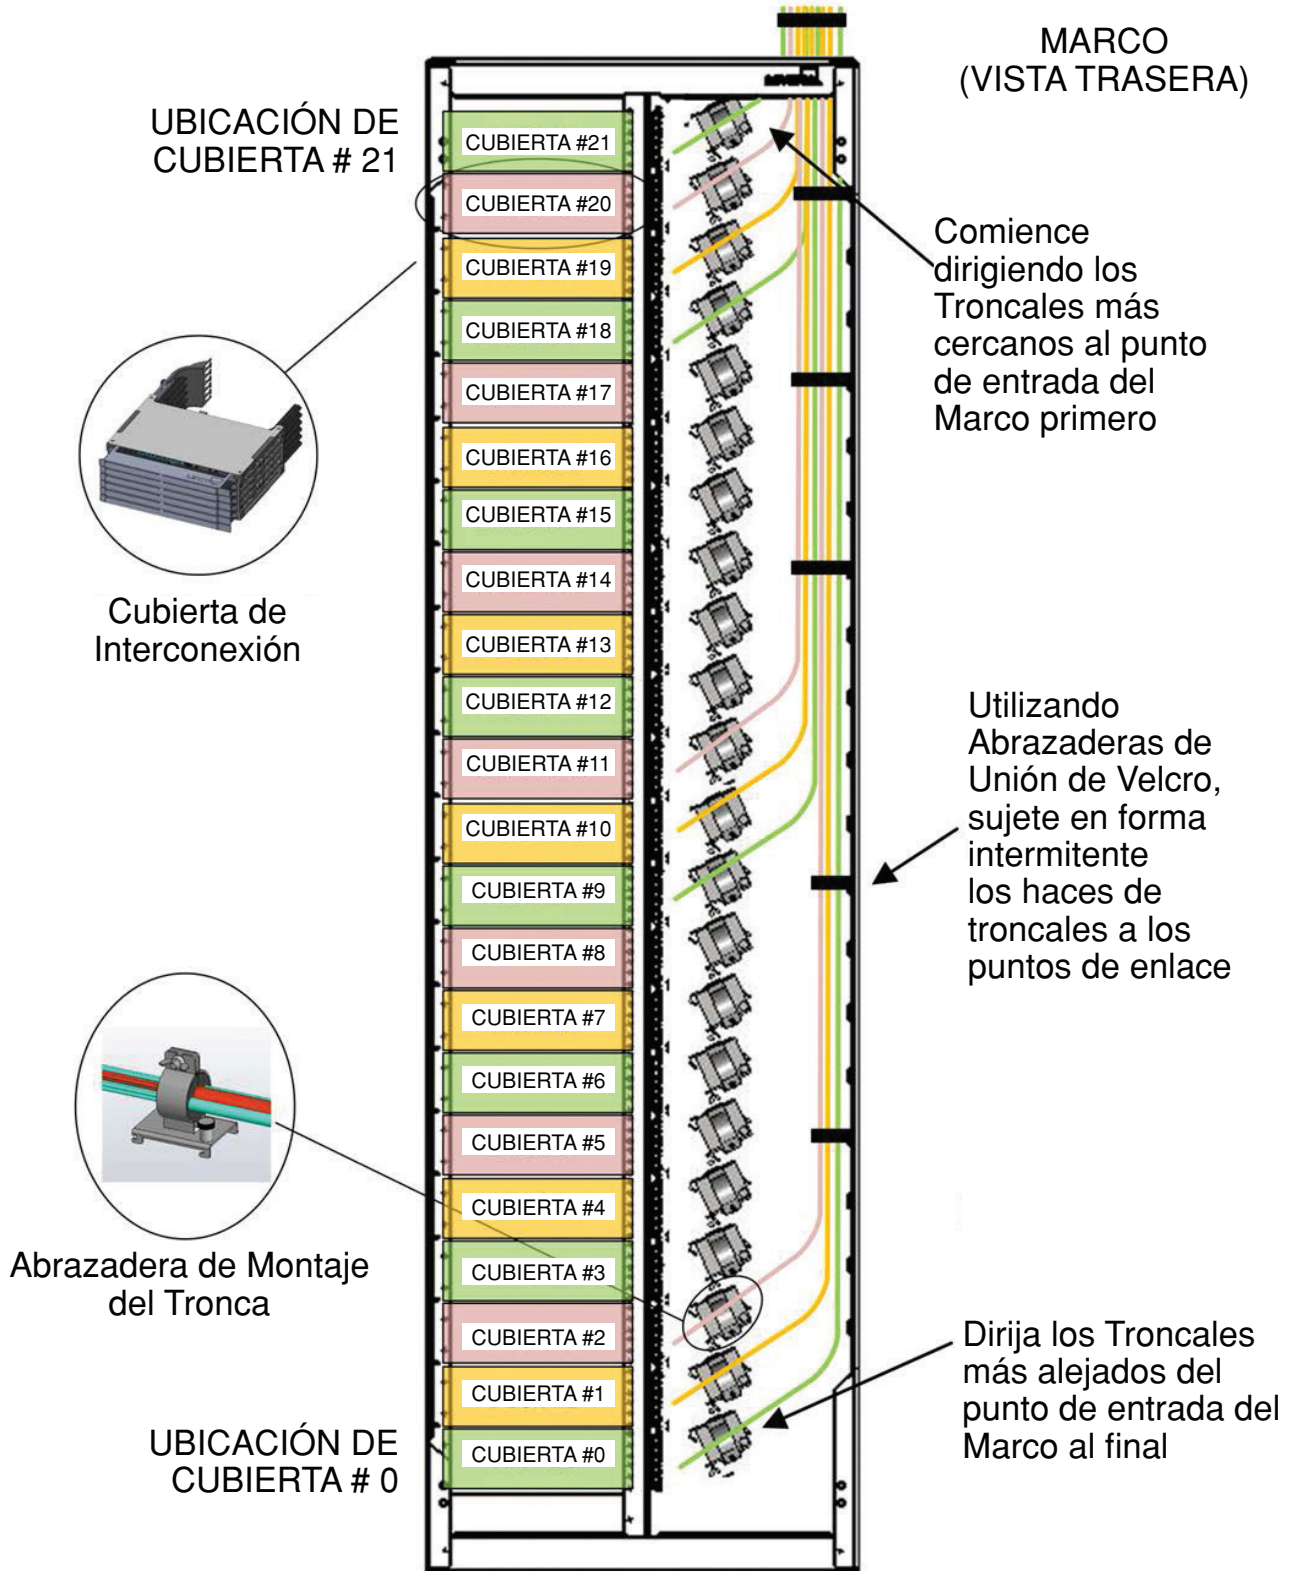

Figura 19
6.1.3.1 Colocar y guiar primero los cables que entran por la entrada del marco proporcionará un mejor control del radio de curvatura y uso del punto de entrada del marco (consultar la figura 19).